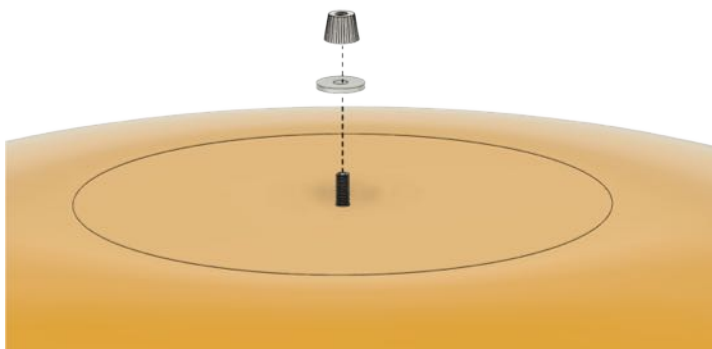

Abb. 9
6. Rimuovere il dado con la rondella dalla parte superiore del manicotto (fig. 9).